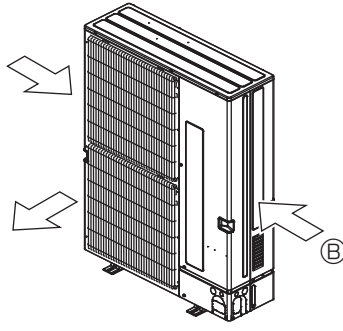

Fig. 2-17
② Cihazın konumunu, mümkünse, hava çıkışından gelen havanın, mevsimsel rüzgarlarının yönüne dik gelmesini sağlayacak şekilde seçin. (Fig. 2-17)